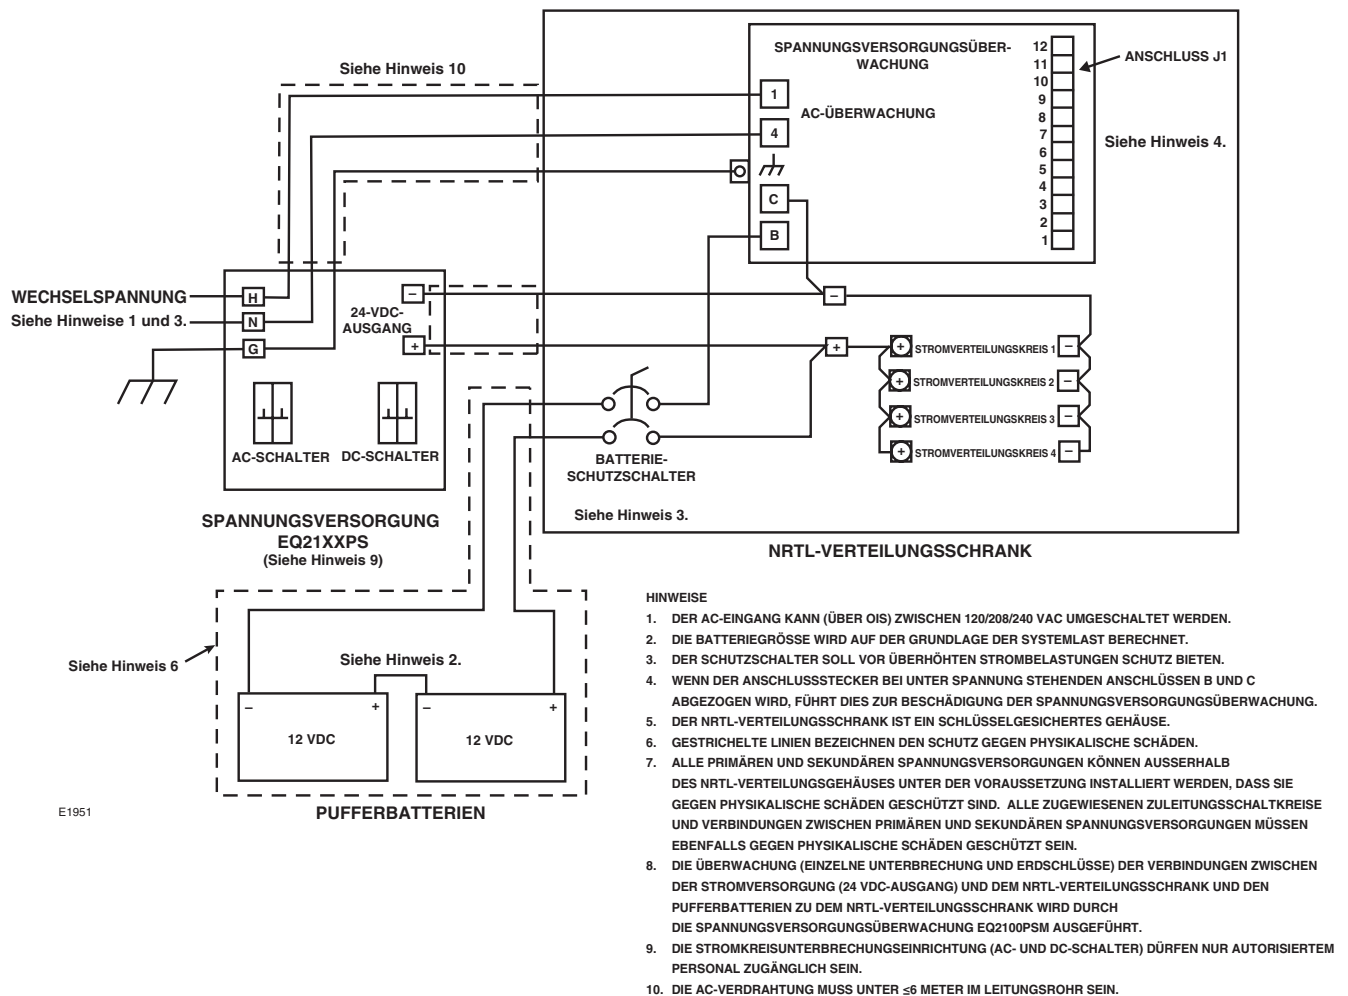

Abbildung 3-21 - Verdrahtungsanschlüsse für eine Spannungsversorgungsüberwachung, die Spannungsversorgung der Serie EQ21XXPS und die Pufferbatterien
6. Die „B“-Klemme der Spannungsversorgungsüberwachung mit dem negativen Anschluss (-) der Pufferbatterie verbinden. Einen korrekt dimensionierten Schutzschalter wie in Abbildung 3-21 gezeigt in den Batteriestromkreis einbauen. Wenn ein Schutzschalter verwendet wird, muss dieser für 130 % bis 250 % der Gesamtlast dimensioniert sein.